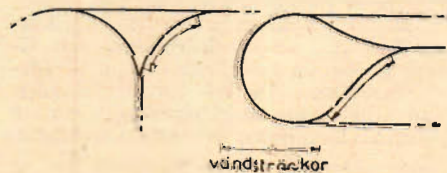

Fig. 9.
- Vid vändslingor (bör om möjligt undvikas, se vidare under tilliedningar) görs gap i båda rälererna i bägge ändar av *vändsträckan*. OBS! Till vändslingor räknas alla möjligheter att vända ett lok helt om, alltså även dolda sådana (se fig. 9).